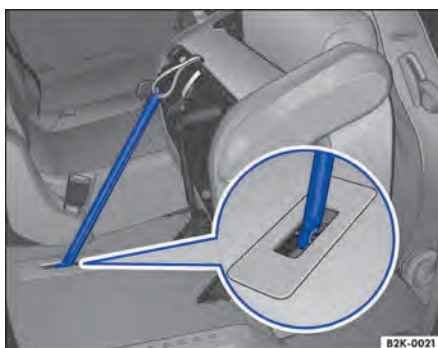

Fig. 72 Deuxième rangée de sièges : blocage du siège escamoté à l'aide d'une tringle de blocage
3. Détachez la tringle de sûreté de son support et enfoncez-la fermement dans l'ancrage du siège jusqu'à ce qu'elle soit verrouillée → fig. 72.